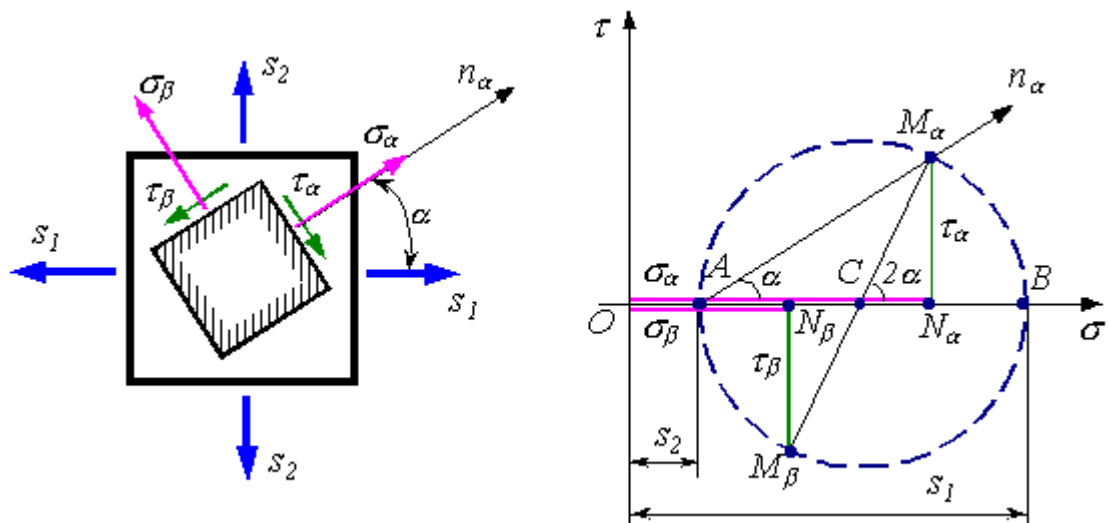

Рис. 4. Графический способ определения напряжений на наклонных площадках
Получите напряжение графическим способом путем построения круговой диаграммы напряженного состояния (круги **Мора**) для указанного случая плоского напряженного состояния. Пусть дан элемент (рис. 4), по боковым граням которого действуют известные главные напряжения s_1 и s_2 . Определите напряжения σ_α (σ_{11}), σ_β (σ_{22}), τ_α (σ_{12}), τ_β (σ_{21}), действующие на наклонных площадках α и β .
3. из крайней левой точки A окружности проведите луч, параллельный нормали n_α к площадке α (рис. 4).
<p data-bbox="936 927 2101 959">Рис. 4. Графический способ определения напряжений на наклонных площадках</p>